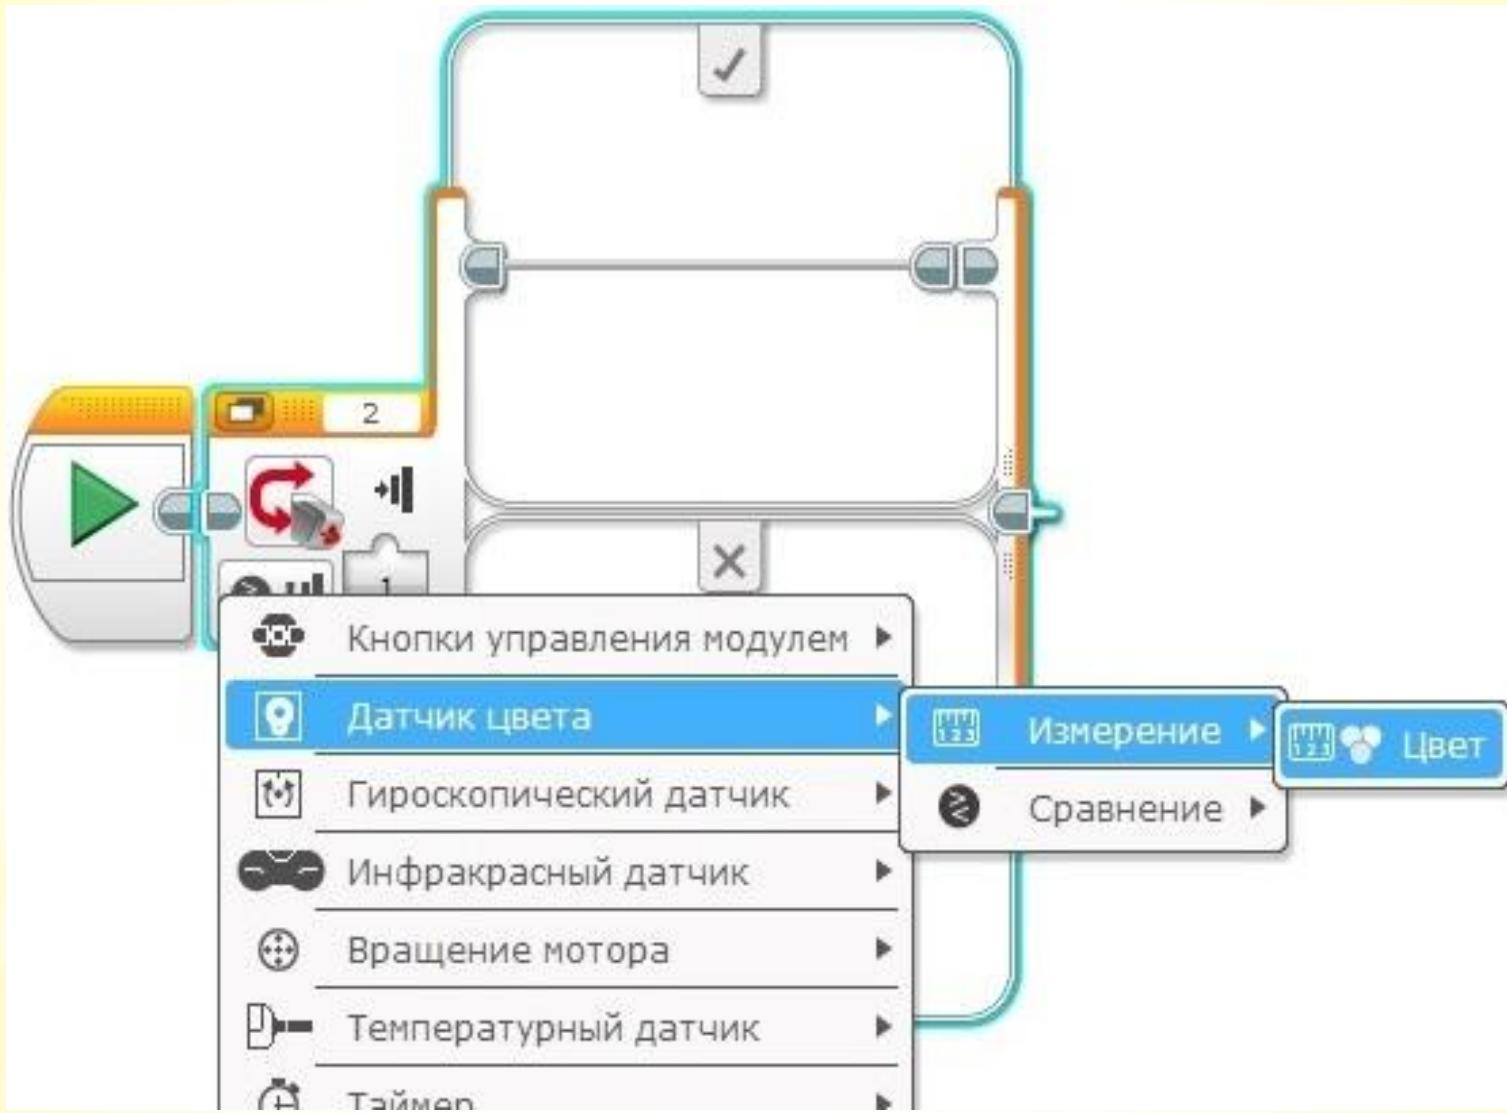

Рис. 1
- * Создадим новую программу "lesson-C", установим в программе блок "Переключатель", выберем режим "Датчик цвета" - "Измерение" - "Цвет" (Рис. 1). В отличие от программного блока "Ожидание", программный блок "Переключатель" не ждет, пока наступит определенное событие, а проверяет текущее состояние и выполняет программные блоки, находящиеся в контейнере, сопоставленном текущему состоянию.